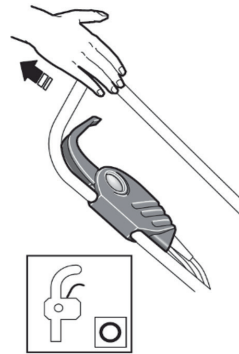

Рис. 3
5. Для остановки двигателя отпустите рычаг запуска двигателя (Рис. 3).